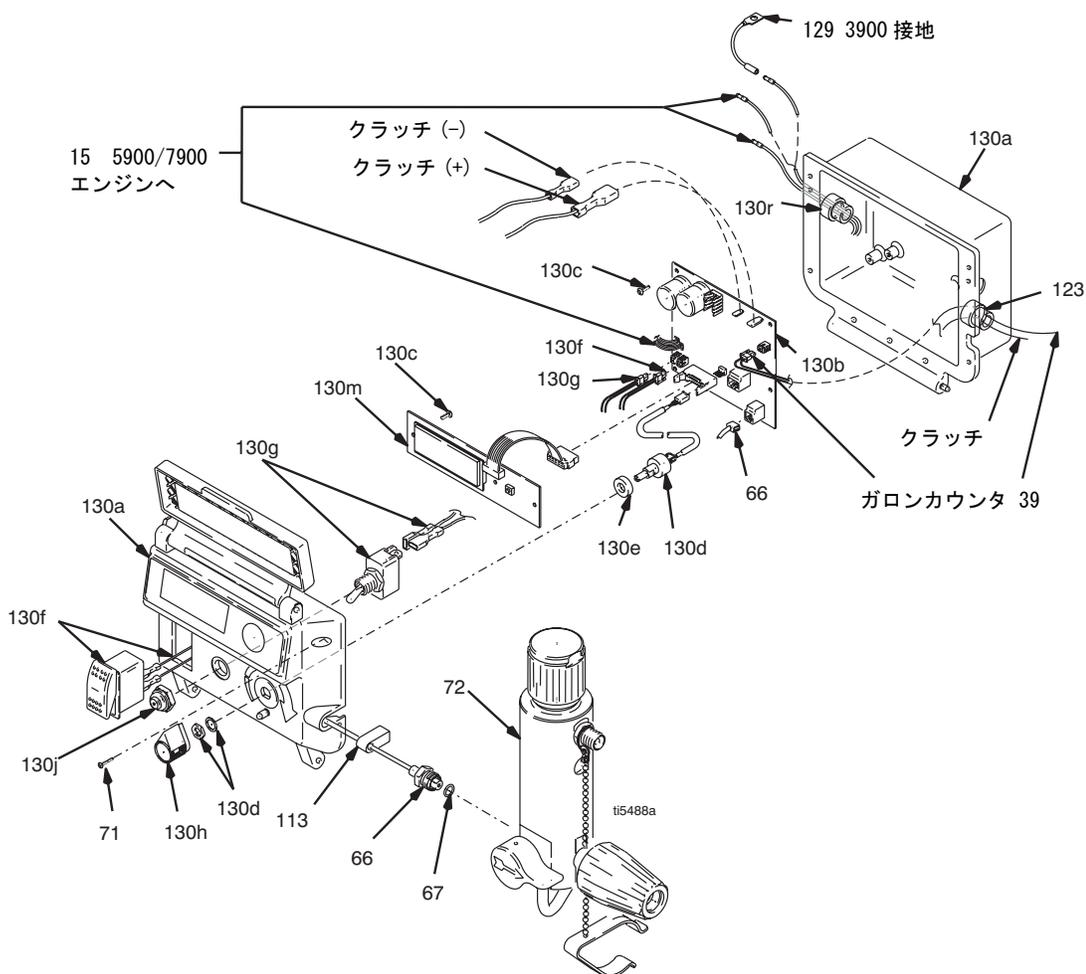

図. 14
- 図. 14. クラッチケーブルコネクタを圧力制御内部に接続します。
1. 図. 14. 2 本のネジ (71) を外しカバー (130a) を下向きにします。
- 図. 14. 2本のネジ (71) を外し、カバー (130a) を外し下向きにします。
- トランスデューサ (66) のリード線
- ガロンカウンタセンサ (39) のリード線
- 図. 14. 4本のネジ (130c) で制御ボード (130b) を取り付けます。
- 図. 14. 2本のネジ (71) を外しカバー (130a) を下向きにします。
- 制御ボード (130b) からトランスデューサ (66) リード線の接続を外します。
- ラバーグロメット (113) からトランスデューサコネクタを引出します。
- フィルタハウジング (72) から、圧力コントロールトランスデューサ (66) および o-リング (67) を取り外します。
- 図. 14. フィルタハウジング (72) に o-リング (67) および圧力制御トランスデューサ (66) を取り付けます。35 - 45 ft-lb のトルクで締めます。
- トランスデューサ (66) のリード線を制御ボード (130b) に接続します。
- カバー (130a) を元に戻し、2本のネジ (71) で締めます。
- 図. 14. ポテンシオメータ、シャフトナット、ロックワッシャおよびポテンシオメータノブ (130h) を取り付けます。